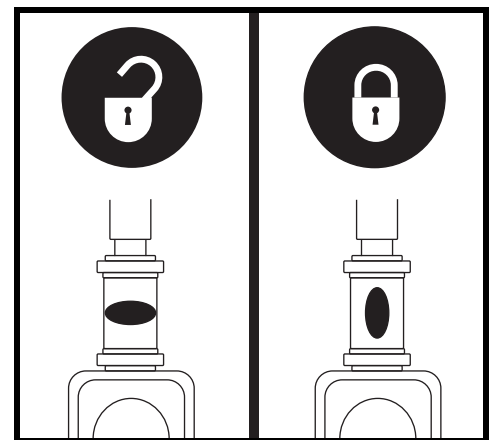

Abb. 25. Lenkersicherungshebel
2. Justieren Sie den Lenker in eine gerade Position, indem Sie den Lenkersicherungshebel eindrücken und gleichzeitig 90° im Uhrzeigersinn drehen. **Siehe Abb. 25.** Das Vorderrad muß nach vorne gerichtet sein, um den Lenker festzustellen.
1. Schlüssel aus dem Schlüsselschalter entfernen und Justieren Sie den Lenker in eine gerade Position, indem Sie den Lenkersicherungshebel eindrücken und gleichzeitig 90° im Uhrzeigersinn drehen. **Siehe Abb. 25.** Das Vorderrad muß nach vorne gerichtet sein, um den Lenker festzustellen.
6. Entsichern Sie das Vorderrad, indem Sie den Lenkersicherungshebel 90° gegen den Uhrzeigersinn drehen. **Siehe Abb.25.**